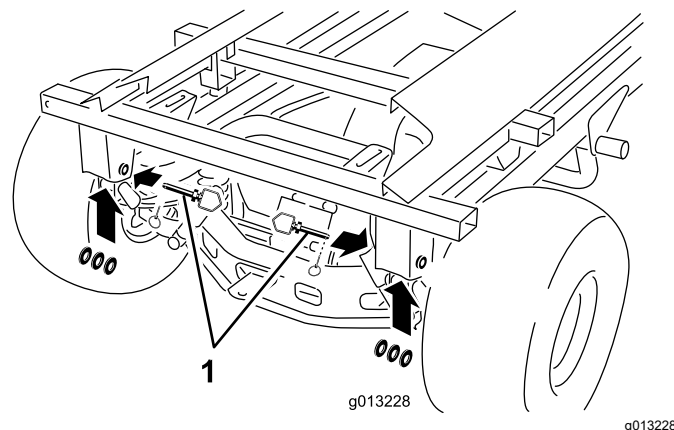

Figure 53
10. Retirez les goupilles à anneau arrière, les goupilles d'attelage et les rondelles (Figure 53).